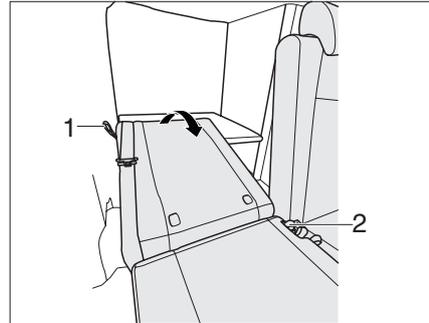

Bild 39 Schlafsitzbank in Fahrposition bringen
- ▶ Schlinge (Bild 39,2) ziehen und Lehne an der Schlaufe (Bild 39,1) aufstellen, bis gewünschte Lehnenneigung erreicht ist.